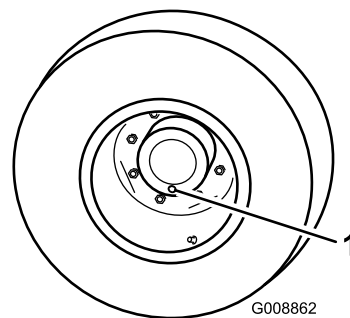

Figura 62
1. Coloque a máquina numa superfície nivelada e posicione a roda de forma a que um dos tampões de verificação se encontre na sua posição mais baixa (6 horas).Figura 62